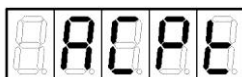
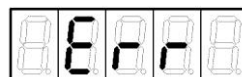

Рисунок 6
Рисунок 7
9. Нажать кнопку . Если пароль набран верно, на индикаторе появится слово "ACPt" (рисунок 6) и новый пароль вступит в действие, в противном случае на экране появится слово "Err" (рисунок 7) и смены пароля не произойдет.